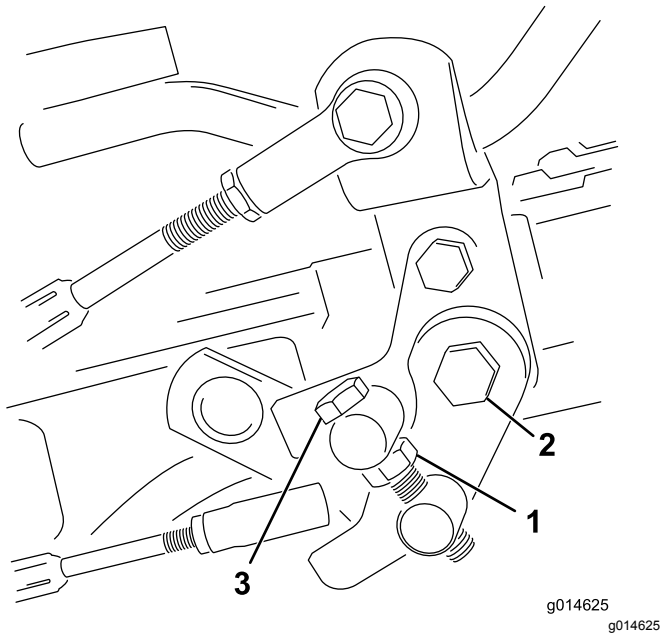

Bild 36
1. Lösen Sie die Klemmmutter an der Drehzapfenkopfschraube (Bild 36).
4. Ziehen Sie die Klemmmutter an der Drehzapfenkopfschraube und die Mutter am Pedalgelenk fest, um die Einstellung zu arretieren (Bild 36). Prüfen Sie die Einstellung und nehmen Sie ggf. eine weitere Einstellung vor.